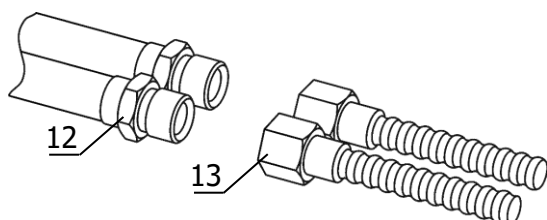

Рисунок 3 — Подключение перемычки
2.2.5 Установить трубопровод-перемычку из комплекта поставки, соединяющий входной и выходной штуцеры насоса блока регулирования. Для этого, удерживая ключом на 32 штуцер 12 (рисунок 3) насоса, затянуть гайку 13 вторым ключом на 32.